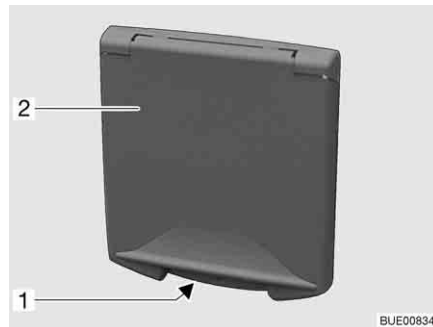

Fig. 51 Serratura a pressione sportello di servizio
- Inserire la chiave nel cilindro della serratura a pressione richiudibile (Fig. 51,1) e ruotare di un quarto di giro. La serratura a pressione è sbloccata.
- Inserire la chiave nel cilindro della serratura a pressione richiudibile (Fig. 51,1) e ruotare di un quarto di giro. La serratura a pressione è bloccata.